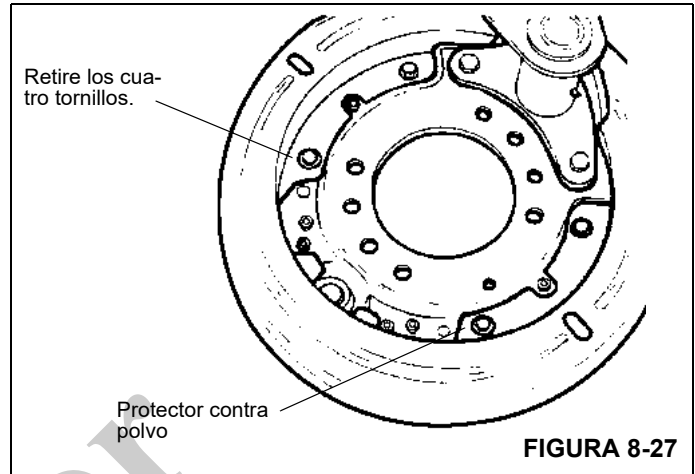

FIGURA 8-27
17. Retire los tornillos y la pinza de retención que fijan el guardapolvo a la cruceta y retire el guardapolvo (Figura 8-27).